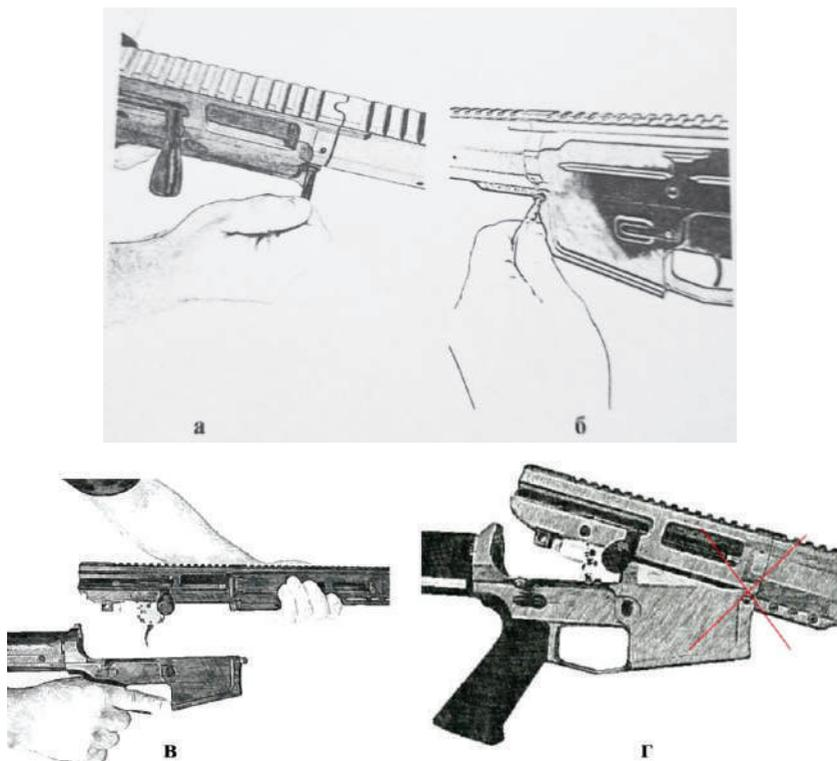

Рис. 137. Розділення ствольної коробки на нижню та верхню рами
2. Розділити ствольну коробку (від'єднати верхню та нижню рами), для чого витиснути спочатку задню, потім передню вісь (рис. 137) (якщо фіксуючі осі витискаються туго, то для зручності їх видавлювання можна використовувати інструменти або патрон. Після витискання фіксуючих осей необхідно взятись за верхню раму і за нижню раму – та розділити (розвести) ствольну коробку. Забороняється роз'єднання